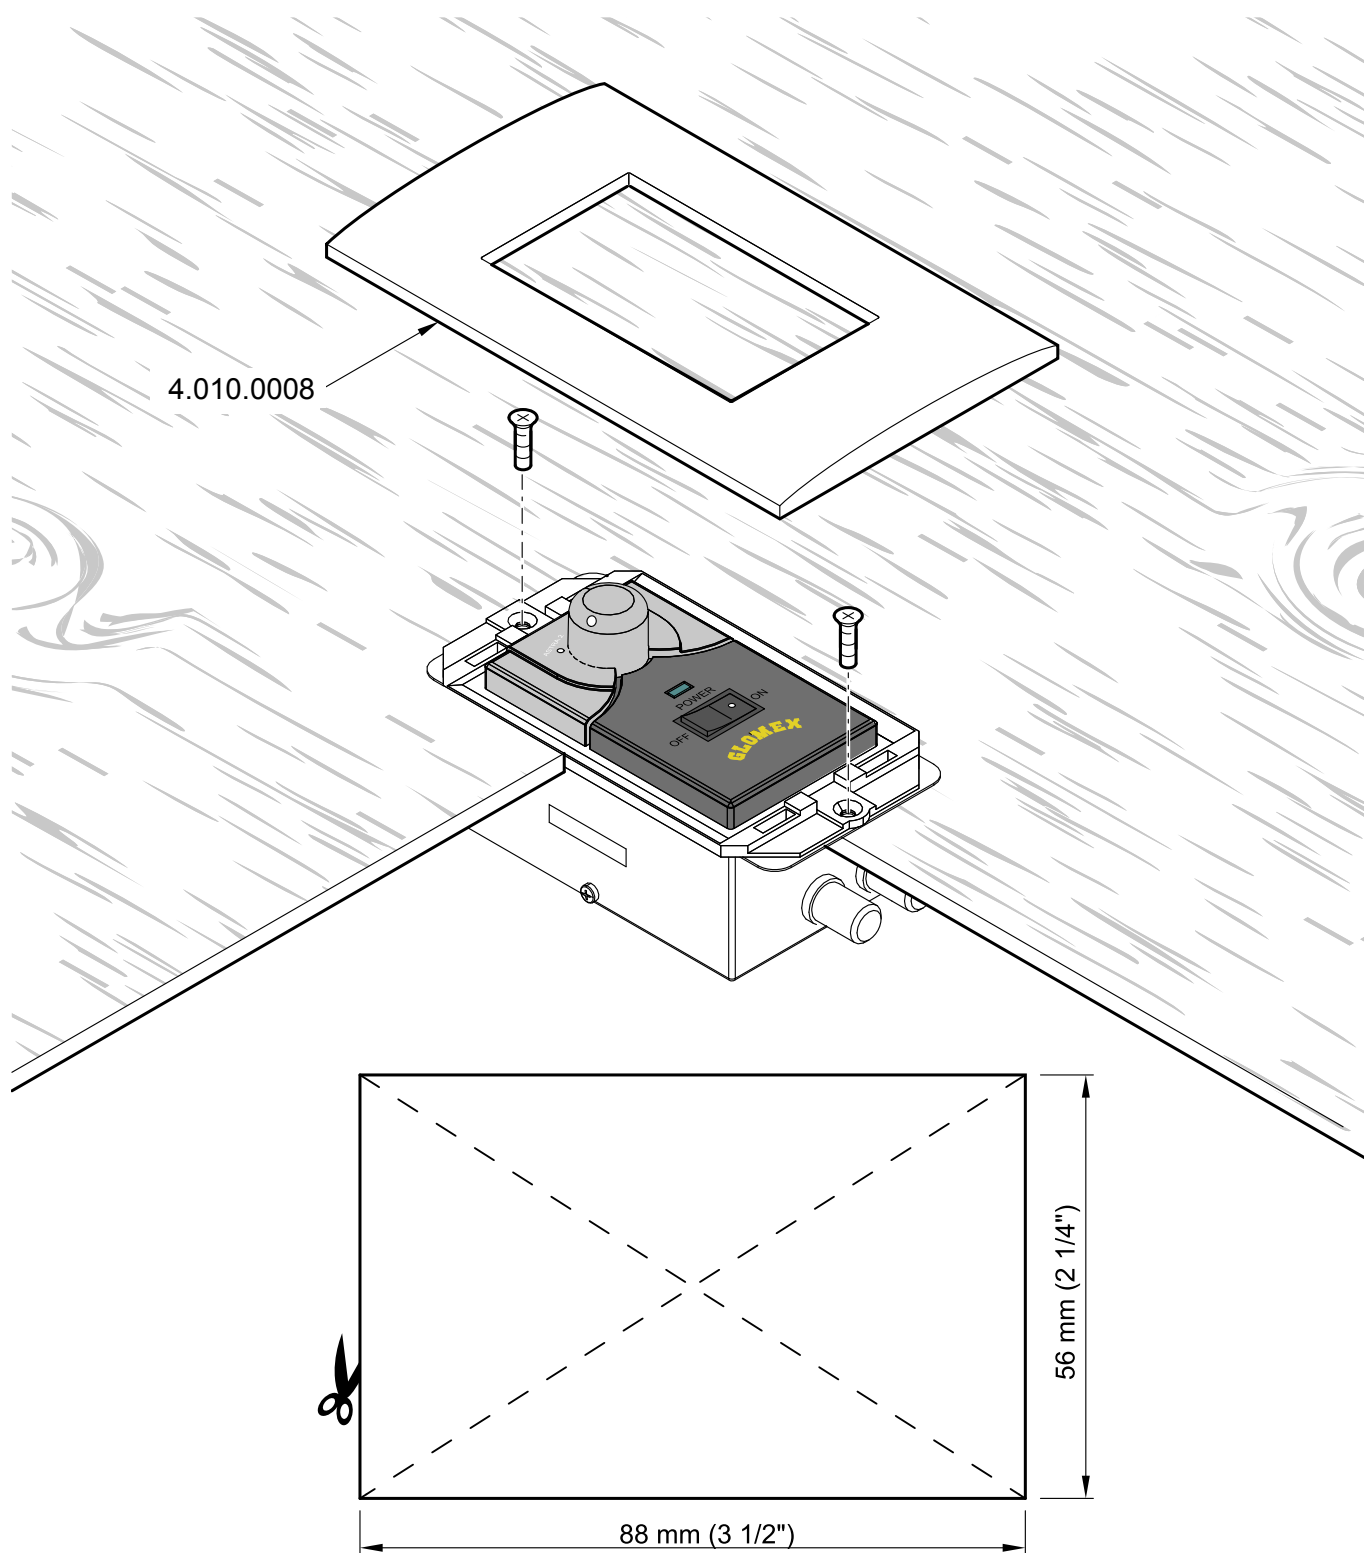

Fig. 17
- Die Steuereinheit mithilfe des GLOMEX Zubehörteils (Code 4.010.0008) einbauen. Hier bohren Sie bitte ein Loch mit einer Bügelsägemaschine und verwenden einen Bohrer mit einer Spitze von 2,5 mm (verwenden Sie dabei die Zuschneideschablone in Fig. 17 für die korrekte Größe).